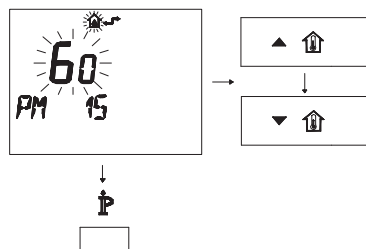

Figura 5.41
- Modificare il SET programmato agendo sui pulsanti ▲⏮ o ▼⏮ fino a visualizzare un set di 60, aspettare che il numero programmato cominci a lampeggiare (Figura 5.41).